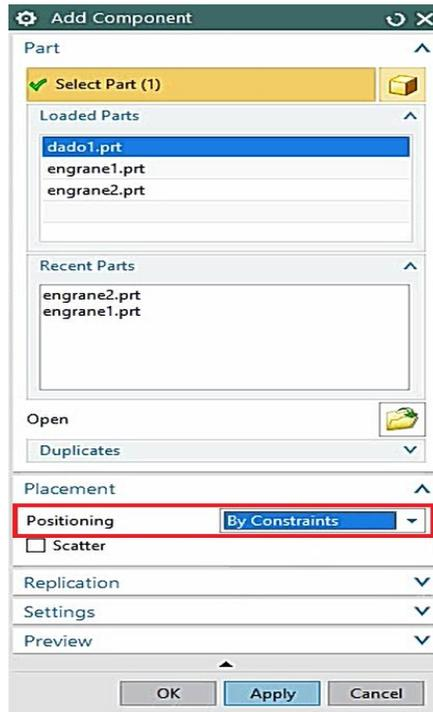

Figura 1.16 Agregar pieza **dado1.prt**.
- Agregar la pieza **dado1.prt**. En el apartado de **Placement: Positioning** → **By constraints** (Figura 1.16).